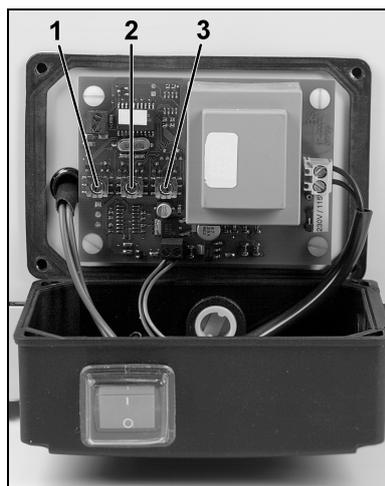

Fig. 5: scatola di controllo del sistema di scarico condensa (aperta) con interruttori 1, 2, 3
3. Allentare il dado per raccordi dell'ingresso cavi sulla scatola di controllo, quindi allentare le quattro viti della scatola di controllo con un cacciavite a taglio, aprire il coperchio e posarlo da una parte (v. fig. 5).
4. Impostare i valori desiderati sugli interruttori **1, 2, 3** (v. fig. 5). Consultare la tabella 8 per una spiegazione degli interruttori e dei valori impostabili.